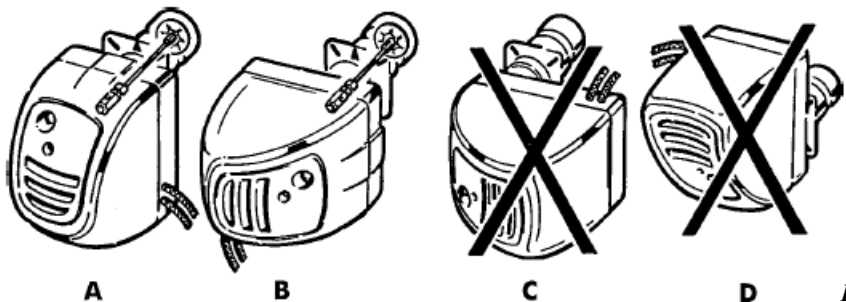
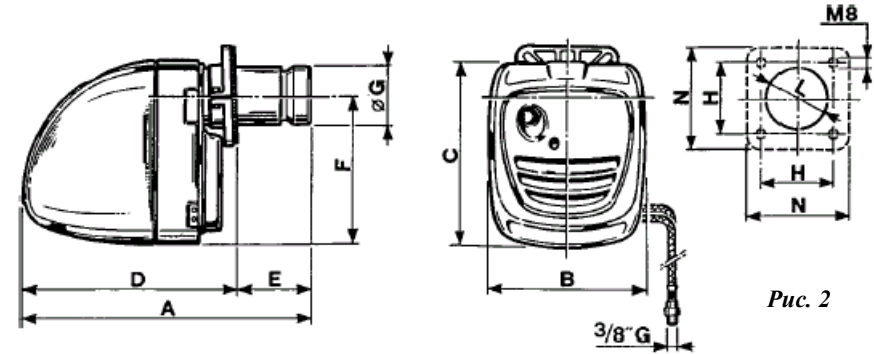

Рис. 11
Рис. 2
После подготовки передней части котла с учетом размеров шаблона крепления, указанных на рис. 2, на ней двумя нижними винтами следует закрепить крепежную пластину горелки (8). Убедитесь, что вставлена изолирующая прокладка из комплекта поставки. Установите горелку на крепежной пластине и разместите ее так, как показано на рис. 11 (поз. А и В).